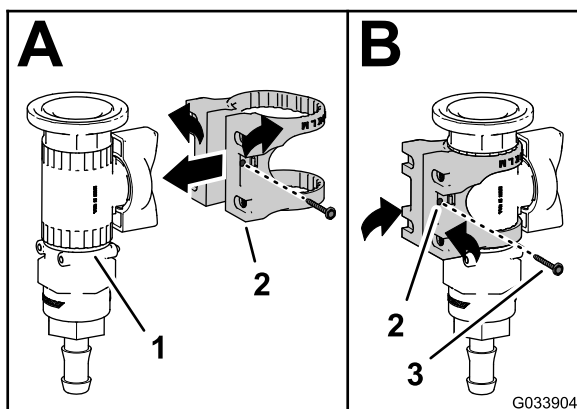

Figura 27
1. Monte el soporte de la válvula en la válvula de control, según se muestra en Figura 27, A.
2. Sujete el soporte de la válvula a la válvula de control con el tornillo con arandela prensada (Nº 6), y apriete el tornillo a mano (**Figura 27, B**).